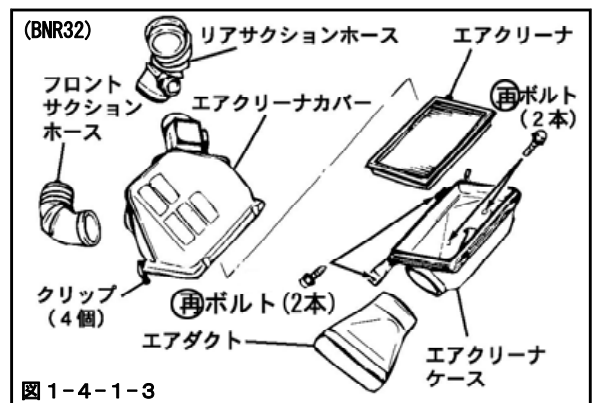

図1-4-1-3
- (1) リアエアフロメータから、コネクタを取外してください。(図1-4-1-1)
- (2) ホースバンドをゆるめてください。(図1-4-1-1)
- (3) フロントエアフロメータから、コネクタを取外してください。(図1-4-1-2)
- (4) ホースバンドをゆるめてください。(図1-4-1-2)
- (5) クリップ(4個)を外し、エアクリーナカバーを取外してください。(図1-4-1-3)
- (6) エアクリーナを取外してください。(図1-4-1-3)
- (7) 再ボルト(ケース内側2個, 外側2個)を取外し、エアクリーナケースを取外してください。(図1-4-1-3)